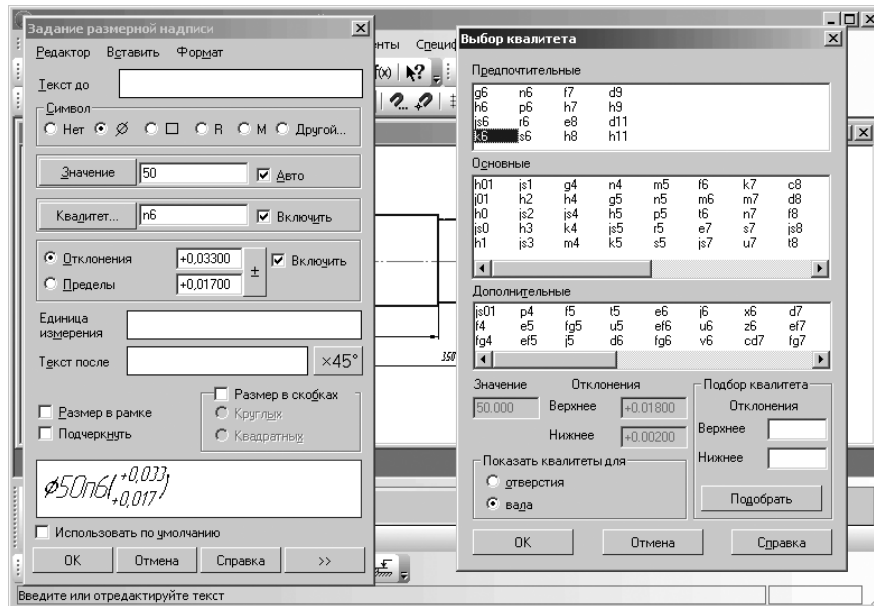

Рис. 4.105. Установка знака диаметра, квалитета и отклонений на диаметре первой ступени вала
- щелкните в диалоговом окне **Выбор квалитета** в разделе **Предпочтительные** по квалитету **k6**, а в разделе **Показать квалитеты для** по переключателю для **вала**, если он не включен. Это состояние системы показано на рис. 4.105;